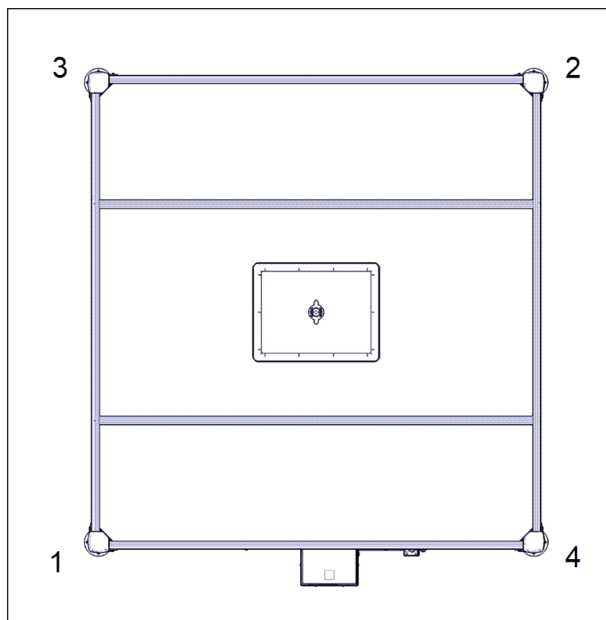

FIGURE 47: SÉQUENCE D'INSTALLATION DES SUPPORTS DE COIN EXTÉRIEUR
26. Installer les supports de coin extérieur en suivant la séquence d'installation montrée dans la Figure 47. Le premier support s'installe au coin numéro 1 et ainsi de suite.